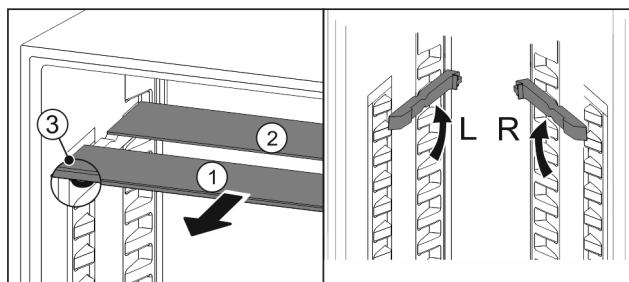

Fig. 117
- Vytiahnite sklené dosky jednotlivo dopredu Fig. 117 (1).
- ▷ Sklená doska Fig. 117 (1) s ozdobnou lištou leží vpredu.
- ▷ Zarážky Fig. 117 (3) ukazujú nadol.